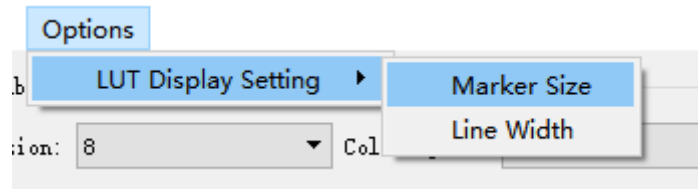

图2-6-8
6. Options: 支持LUT的显示设置，可以调整标记点的大小及线宽，如图2-6-8所示。